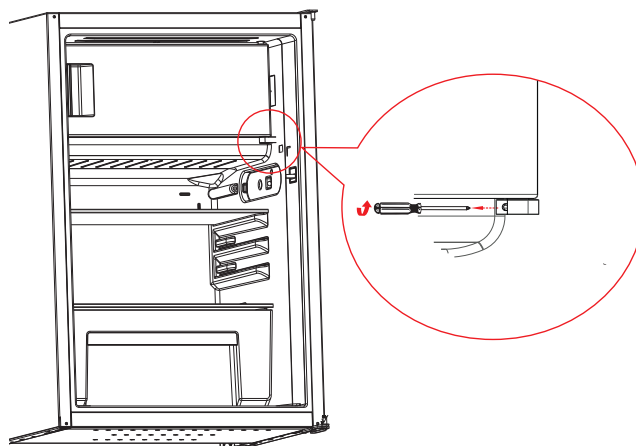

Abb. 4
- ▶ Drehen Sie die Schraube des Gefrierfachscharniers mit Hilfe eines Kreuzschlitzschraubendrehers heraus (Abb. 4).